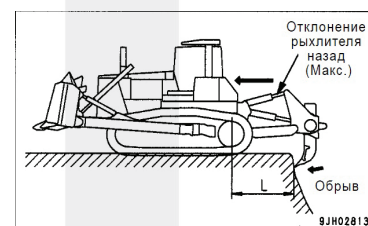

Рис. 7
Если рыхление начинается от края обрыва, то отклоните рыхлитель назад, чтобы обеспечить максимальную длину вылета рыхлителя (L) (рис. 7). Держа педаль замедления хода нажатой, медленно подайте машину вперед, и после того как коронка рыхлителя коснется края обрыва, наклоните рыхлитель в рабочее положение.